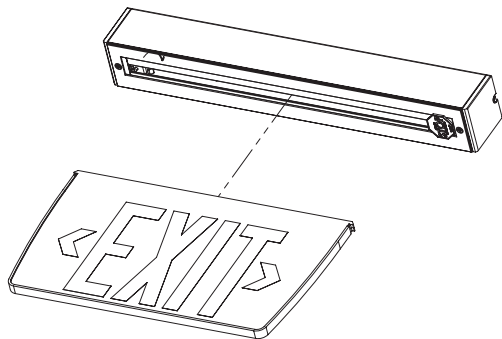

Figure 4.
8. Insérez la lentille dans le boîtier jusqu'à ce que les deux fermoirs s'enclenchent (voir figure 4).